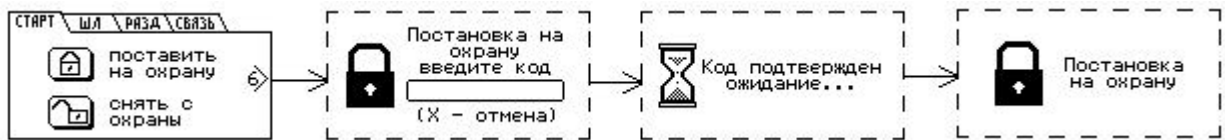

Рис.6.8 Процесс постановки на охрану раздела без задержки на выход
- 3 Если в раздел не включены шлейфы с задержкой (вход/выход), после проверки кода пользователя с кодами, занесёнными в память прибора, раздел прибора становится на охрану (рисунок 6.8).